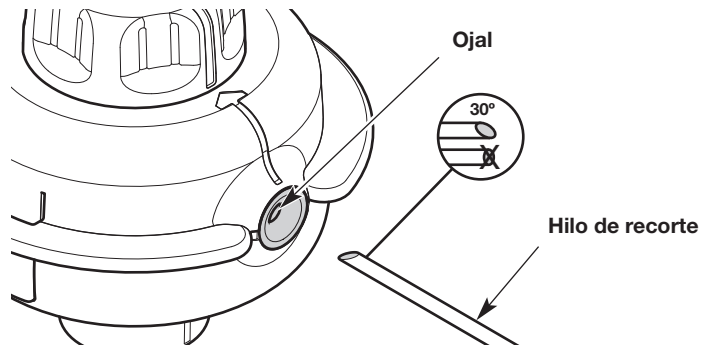

Fig. 19
2. Corte dos largos de 6 pies (1.8 m) de hilo de recorte nuevo. Corte un extremo de cada hilo en un ángulo de 30° (Fig. 19).
4. Inserte una de las líneas dentro del orificio (Fig. 19).
- Inserte el extremo que se cortó en un ángulo de 30 grados (Fig. 19).